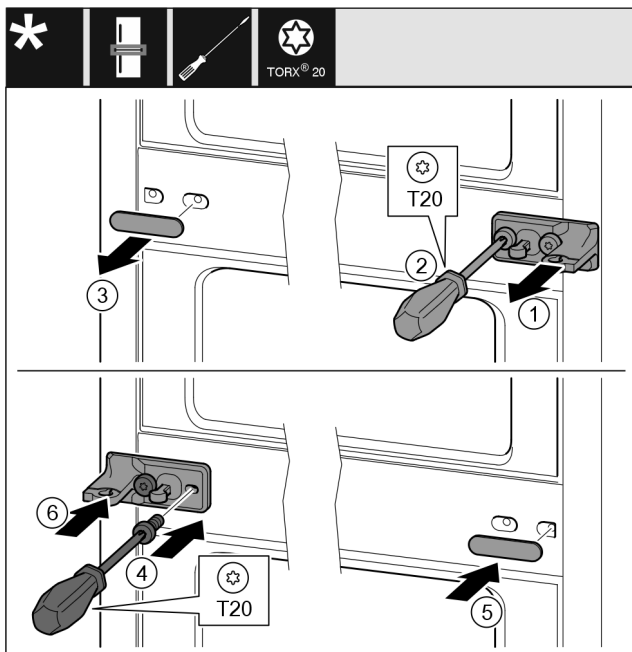

Fig. 14
- ▶ Húzza le az alátétet Fig. 14 (1).
- ▶ Tekerje ki a csavarokat Fig. 14 (2) csavarhúzóval.
- ▶ Óvatosan húzza le a fedelet Fig. 14 (3).
- ▶ Csavarozza fel szilárdan, 180°-kal elfordítva a csapágybakot a fóliával Fig. 14 (4) a másik oldalra.
- ▶ Szerelje fel a fedelet Fig. 14 (5) 180°-kal elfordítva a másik oldalra.
- ▶ Tolja fel az alátétet Fig. 14 (6) előlről.